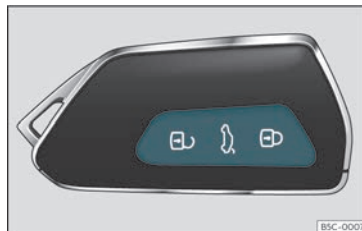

Fig. 70 Clau per control remot: tecles
- Bloquejar: premeu el botó >>> **fig. 70.**